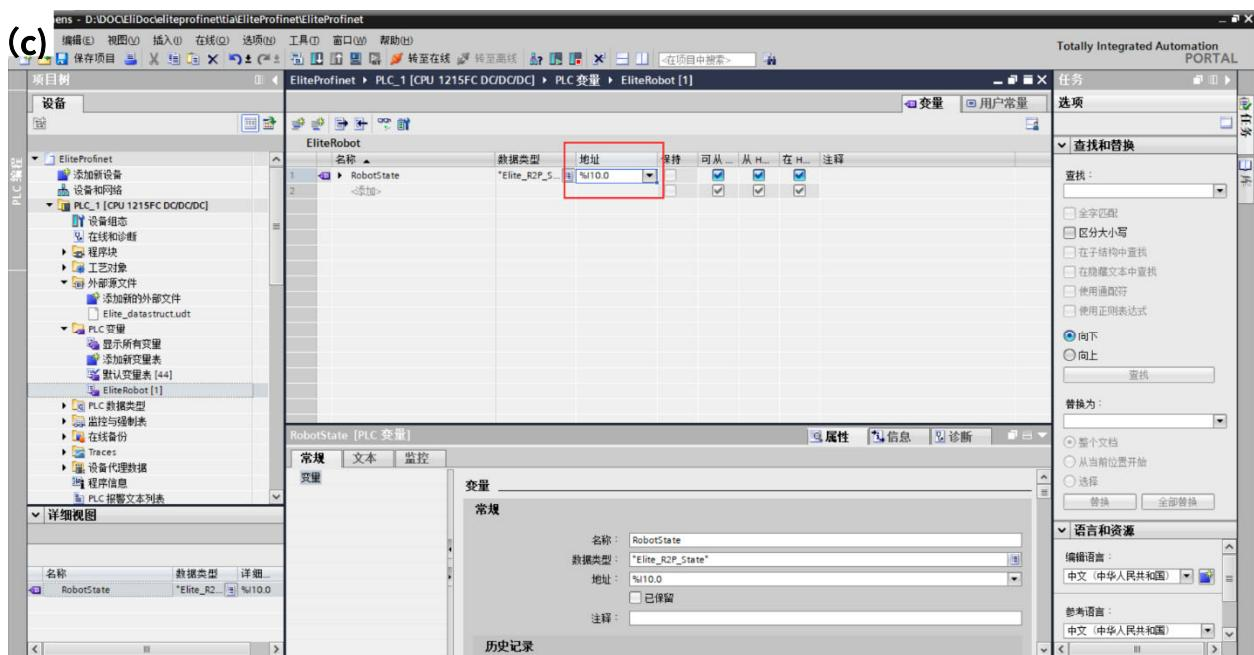

图 15-8 添加变量
- 1) 左侧项目树中选择 PLC 变量，可“添加新变量表”或者直接选择“默认变量表”。随后便可在相应变量表中添加变量：填入名称和选择数据类型，如图 15-8 (a) 所示，想要获取机器人的状态，则选择"Elite_R2P_State"类型。
- 2) 左侧项目树中双击“设备和网络”并双击“elite-dev”选择插槽 1 中的“R2P_State_1”，选择“IO 变量”，记下第一个变量的地址，如图 15-8 (b) 所示，是“%l10.0”。
- 3) 回到变量表中，将刚刚记录下的地址填入变量地址，如图 15-8 (c) 所示。以此类推，可以将十个插槽中的变量添加。